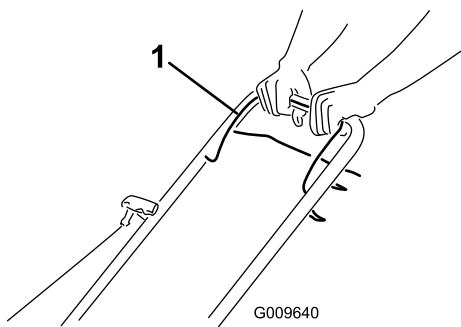

Figure 9
1. Maintenez la barre de commande de la lame (Figure 9) contre le guidon.